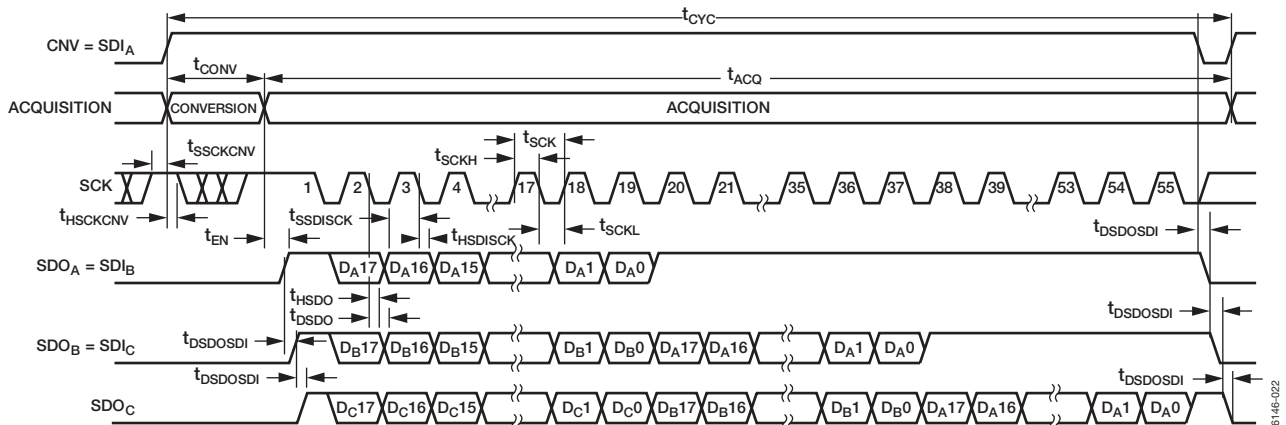

図46. BUSYインジケータを使用するチェーン・モードのシリアル・インターフェース・タイミング
- チェーン・モードでは、CNVの立上がりエッジでSCKがハイレベルのとき (図46を参照)。